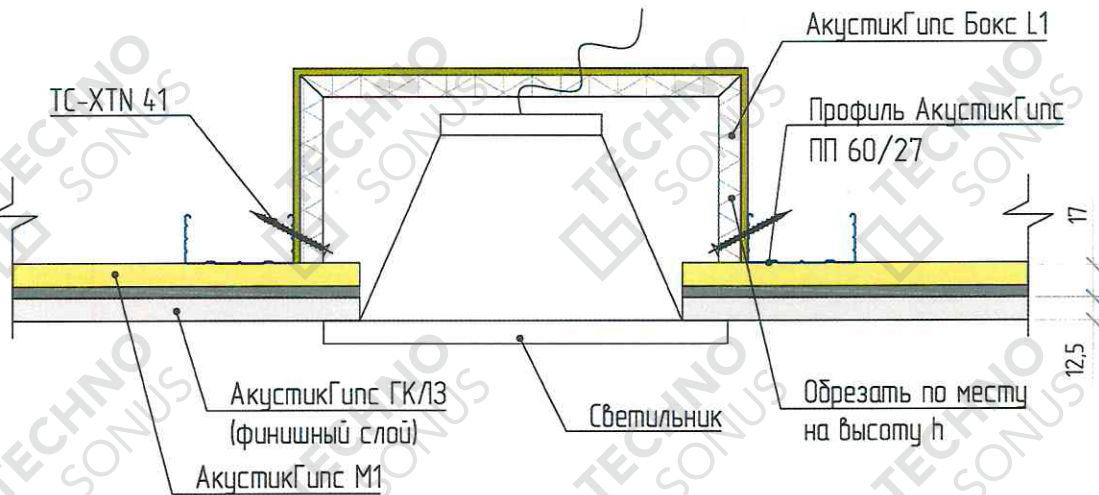

Рисунок 10 – Устройство потолочного светильника в типовые конструкции звукоизоляционных потолков
6.9. Выполнить установку звукоизоляционных ниш под потолочные встраиваемые светильники АкустикГипс Бокс L1 (если предусмотрена проектом именно эта модель) при помощи устройства перемычек-закладных из профиля направляющего АкустикГипс Профиль ППН 28x27 (см. рисунок 10). Перед установкой АкустикГипс Бокс L1, в коробе необходимо просверлить отверстие диаметром больше сечения провода на 5 мм. Через него заводим провод и фиксируем к закладным на саморезы ТС-ХТН 3,9x41. Важно установить АкустикГипс Бокс L1 в одну плоскость с каркасом. После установки заполняем отверстие вокруг провода виброакустическим герметиком Сонетик. Устройство акустических ниш под трековые светильники отображено на рисунке 9. Все элементы коммуникаций, проходящих через облицовку звукоизоляционного потолка, должны быть герметизированы с помощью виброакустического герметика Сонетик Акрил после сборки системы. Если предполагается отделка поверхности панельными материалами или натяжным потолком, то возможно использование виброакустического герметика Сонетик Силикон.